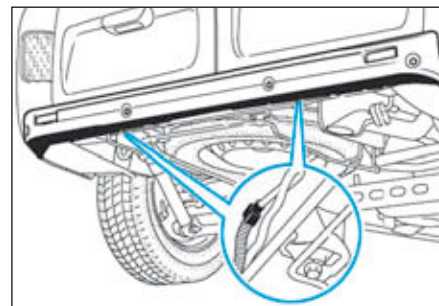

FIG.138
- Débrancher les connecteurs du faisceau des radars de proximité (Fig.138).